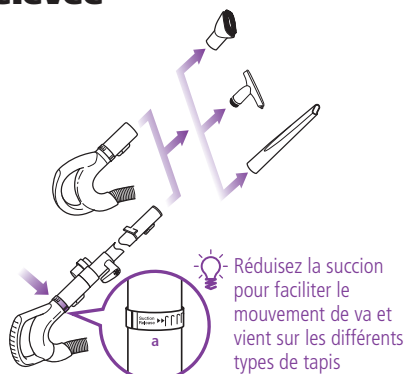

Fig. 14
- 2 Installez l'accessoire désiré à l'extrémité du tube de rallonge ou de la poignée. (Fig. 14)
- 3 **Votre aspirateur a une puissance d'aspiration immense. Ajustez le niveau d'aspiration avec la sortie d'aspiration située sur la poignée. Ouvrez la vanne (a) en tournant le collet en sens inverse des aiguilles d'une montre à 90° pour une aspiration basse lorsque vous effectuez des travaux légers, tels que draperies et surfaces délicates. (Fig. 14)**